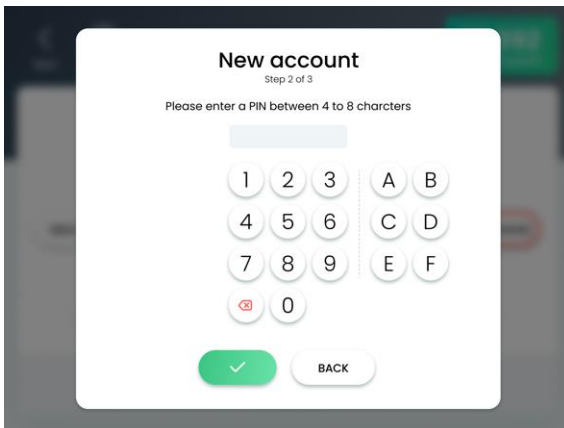

Figura 6-4. Pantalla de cuenta nueva (paso 2 de 3)
5. Pulse el botón **Confirmar**; aparecerá la pantalla New Account (Step 2 of 3) (Nueva cuenta [Paso 2 de 3]), como se muestra en la Figura 6-4.